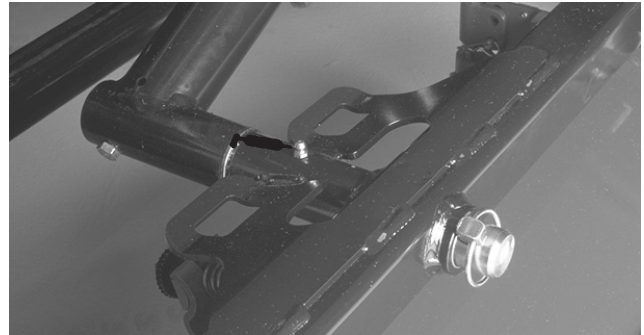

Bild 24
- Drehbüchsen am vorderen Mähwerk (Bild 24)